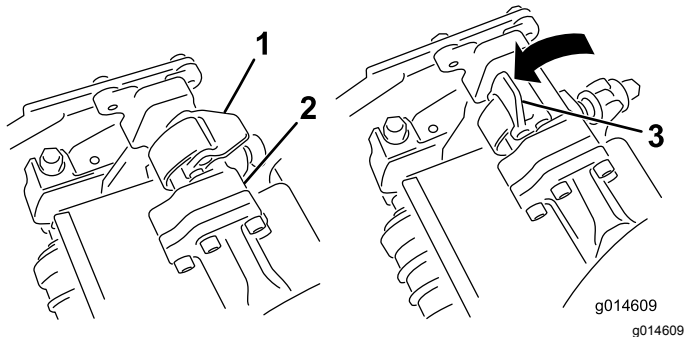
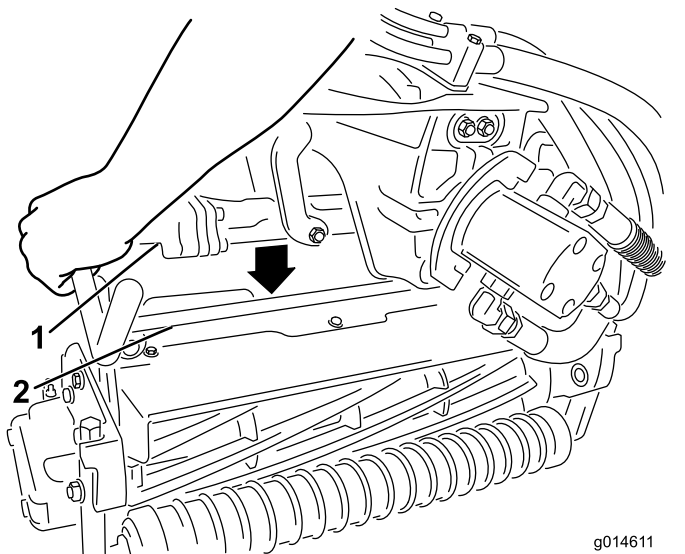

図 12
図 13
9. サスペンションアームのバーについているラッチを上向き開いた状態にして(図 12、サスペンションアームを押し下げて、バーを、カuttingユニットのバーの上に被せるようにする(図 13)。
10. ラッチを下げて閉じるとカuttingユニットのバーがロックされてユニットがアームにセットされる(図 12)。